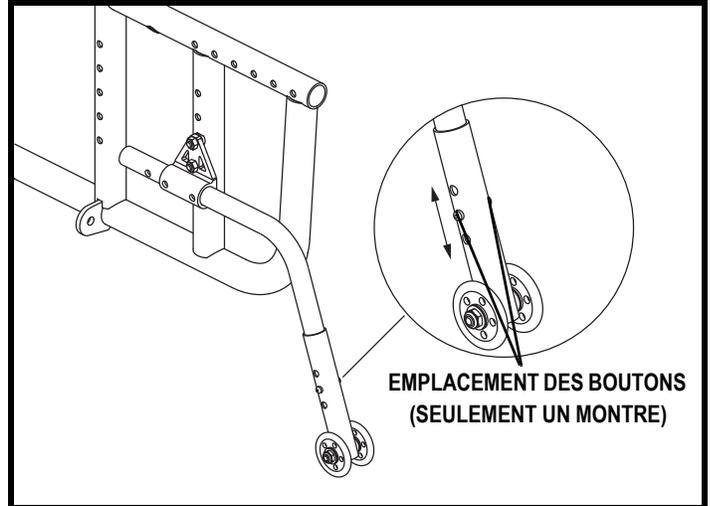

Figure 18. Module de roulette antibascule
1. Pesez simultanément sur les boutons de chaque côté d'une antibasculée et bougez la roulette vers le haut ou vers le bas pour la débloquer. **Voir la figure 18.**